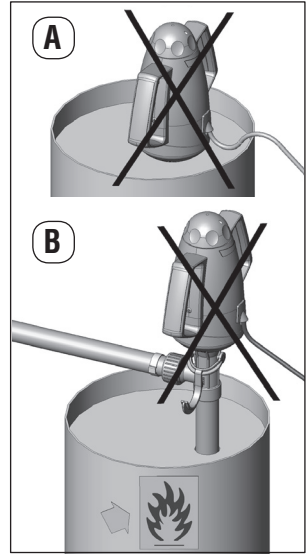

Fig. 3
De in de motor ingebouwde stroombegrenzingsschakelaar schakelt de pomp bij overbelasting uit. Draai in dit geval de draaiknop terug naar positie "0" (zie fig.3, – pos.3). Na afkoeling kan de pomp weer ingeschakeld worden.